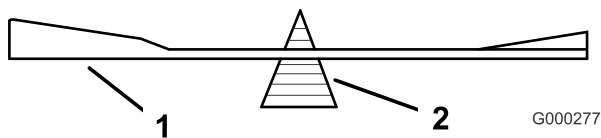
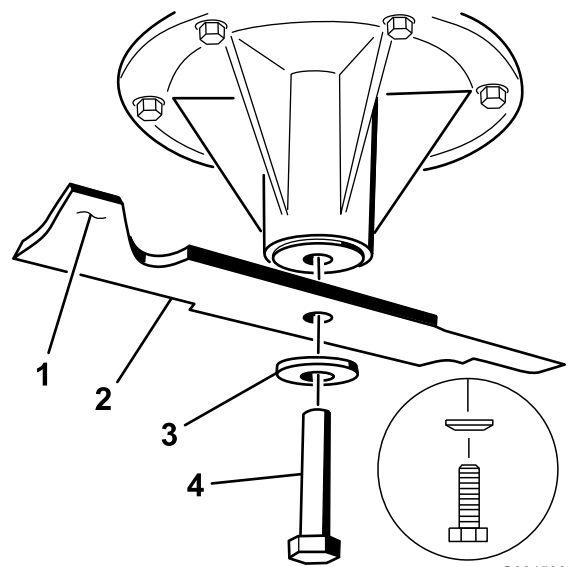

Figura 94
Figura 95
2. Verifique el equilibrio de la cuchilla colocándola sobre un equilibrador de cuchillas (Figura 94). Si la cuchilla se mantiene horizontal, está equilibrada y puede utilizarse. Si la cuchilla no está equilibrada, rebaje algo el metal en la parte de la vela solamente (Figura 95). Repita este procedimiento hasta que la cuchilla esté equilibrada.
1. Instale la cuchilla en el eje (Figura 95).
2. Instale la arandela de muelle y el perno de la cuchilla. El cono de la arandela de muelle debe estar orientado hacia la cabeza del perno (Figura 95). Apriete el perno de la cuchilla a 115-150 N·m (85-110 pies-libra).